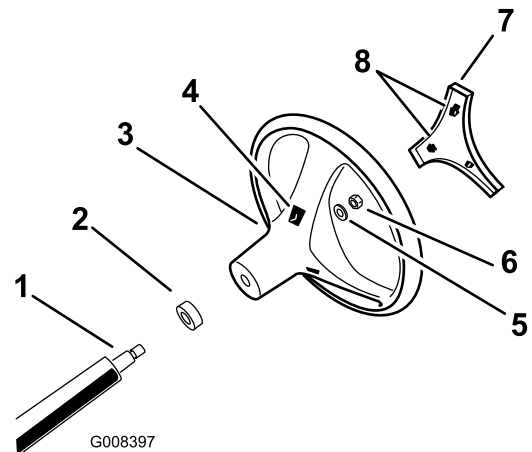

Bild 3
4. Befestigen Sie das Lenkrad mit der Sicherungsmutter an der Welle und ziehen diese bis auf ein Drehmoment von 24-29 N·m fest. Bild 3
5. Fluchten Sie die Nasen der Abdeckung mit den Schlitzen im Lenkrad aus und lassen Sie die Abdeckung an der Lenkradnabe einrasten (Bild 3).